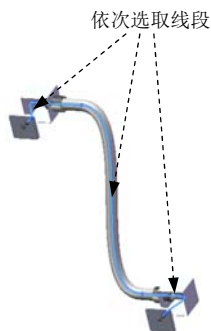
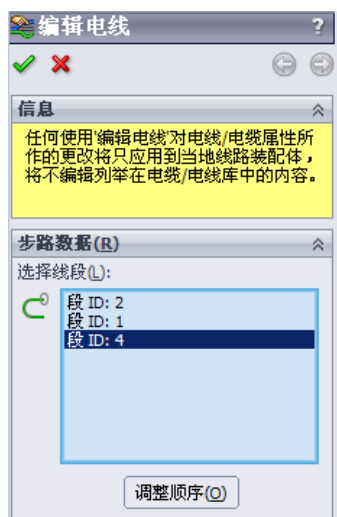

图 11.8.29 选取路径
图 11.8.30 “编辑电线”对话框
Step1. 选择命令。选择 **电气** 功能选项卡中的 **编辑电线 (W)** 命令，系统弹出“编辑电线”对话框。
Step3. 选择路径。单击“编辑电线”对话框中的 **选择路径(S)** 按钮，依次选取图 11.8.29 所示的线段，单击图 11.8.30 所示“编辑电线”对话框中的 **✓** 按钮。